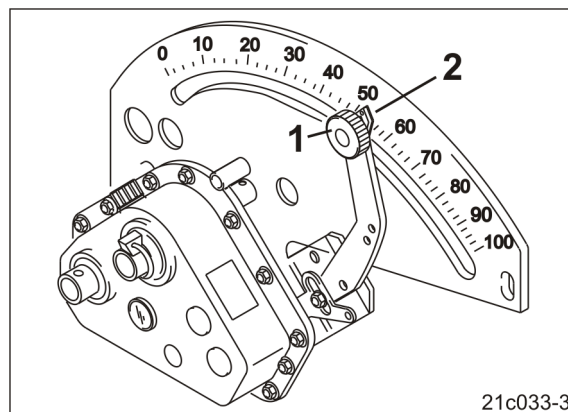

Fig. 156
5. Løsne låseknappen (Fig. 156/1).
7. Still inn viseren (Fig. 156/2) til girspaken på gir-innstillingsverdien.